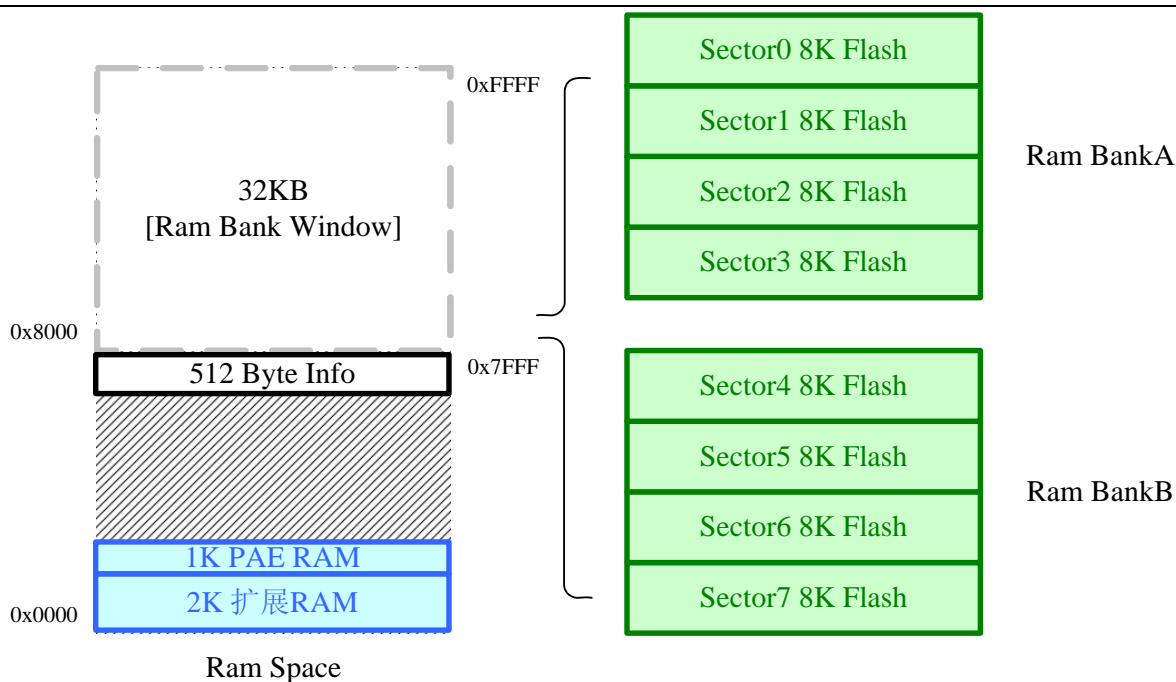

图 4-2 Ramx Bank Assignment Map
Z8D64U的Ramx存储器空间分配如图 4-2所示:
- 2、RAM Map映射如图 4-2所示,由图 4-2可见在Ramx Space上,高 32k寻址空间(RAMX: 0x8000 ~ 0xFFFF)为Ramx Bank Window, 可通过配置RAMBANK来切换不同的Memory Block。